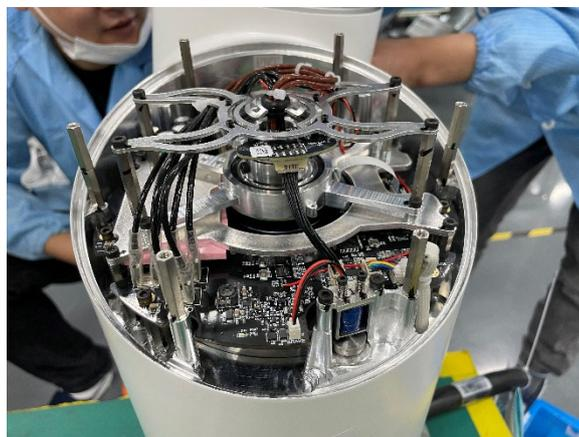

图3-10 重连电线
- 重新连接电线，之后用尼龙扎带扎好线束，如图 3-10 所示：